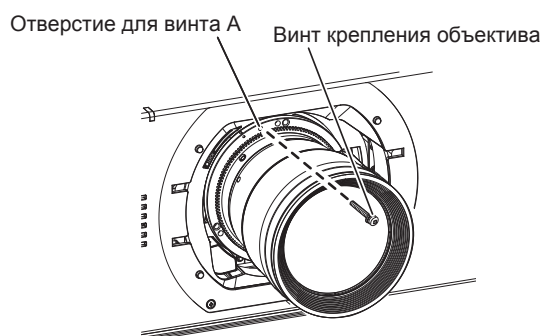

Рис. 2
3) Закрепите проекционный объектив при помощи прилагаемого винта крепления объектива. (Рис. 2)